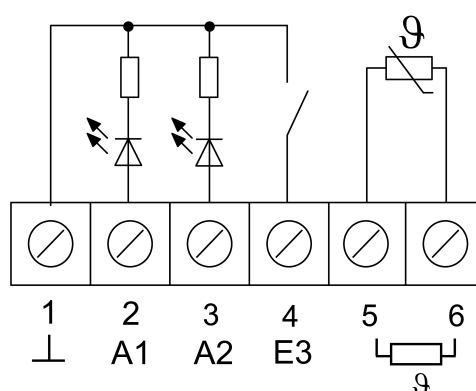

Figura 4
- Connettere la sonda di temperatura esterna ai morsetti 5 e 6 (Vedi figura 4) della morsettiera (8) (Vedi figura 2).